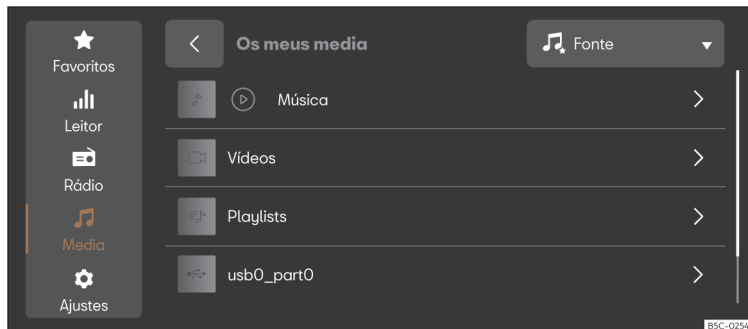

**Fig. 175** Representação esquemática: Vista Multimédia.
- Pressione **HOME** > > >>> **Fig. 175**.